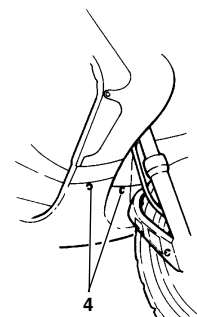

Fig. 18
- Die Schrauben der Strebe (4 - Fig. 18). Abschrauben.